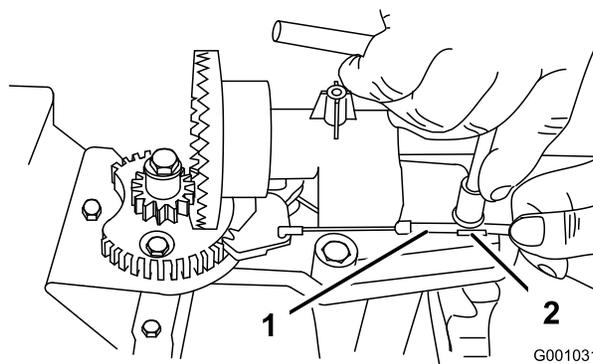
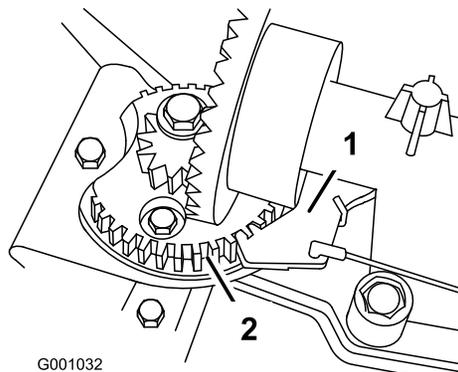

Рисунок 47
Рисунок 48
2. Ослабьте затяжку болта на хомуте кабеля (Рисунок 47).
3. Захватите кабельный трубопровод и перемещайте его по направлению к передней части машины до тех пор, пока фиксатор желоба не войдет полностью в зацепление с зубчатой передачей редуктора (Рисунок 47 и Рисунок 48).
**Примечание:** Фиксатор подпружинен, и под действием пружины стремится войти в зацепление с шестерней редуктора (Рисунок 48).